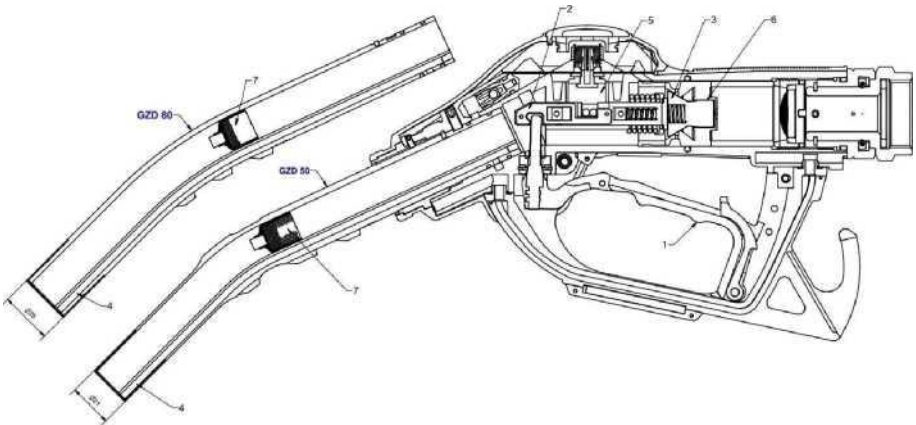

Abbildung 3
Wenn der Hebel (1) gezogen wird, bewegen sich die Kolbenbaugruppe (2) und der Diffusorkolben (3) axial, wodurch Kraftstoff durch die GZD 50/80 Pistole fließen kann. Der Kraftstofffluss aus der GZD 50/80 Pistole erzeugt ein Vakuum und saugt die Außenluft durch das Kapillarrohr (4), die sich mit dem Kraftstoff vermischt, der durch die Membranbaugruppe (5) und spezielle Kanäle im Körper des Geräts fließt. Wenn der Kraftstoff aufgrund des höheren Saugwiderstands den Einlassteil des Kapillarrohrs (4) erreicht, erzeugt er einen Unterdruck auf die Membranbaugruppe (5), wodurch die Membranbaugruppe (5) gezogen und der äußere Teil der Kolbenbaugruppe freigegeben wird (2) Außenseite der Kolbenbaugruppe (2), sie bewegt den Diffusorkolben (3), bis er den Kraftstofffluss vollständig stoppt. Dank der konstruktiven Lösung des Diffusors, in dem sich eine Kammer (6) befindet, erzeugt die automatische Unterbrechung des Kraftstoffflusses einen deutlich geringeren hydrostatischen Stoß, was die Lebensdauer der Hydraulik und Elektronik der Pumpe verlängert (Abb. 3).
Die GZD 50/80 Pistole ist in der Standardausführung mit einem am Kraftstoffeinfüllrohr angebrachten Ventil (7) ausgestattet, das ein Auslaufen des in der GZD 50/80 Pistole verbliebenen Kraftstoffs nach dem Befüllen des Fahrzeugtanks verhindert. (Abb. 3)